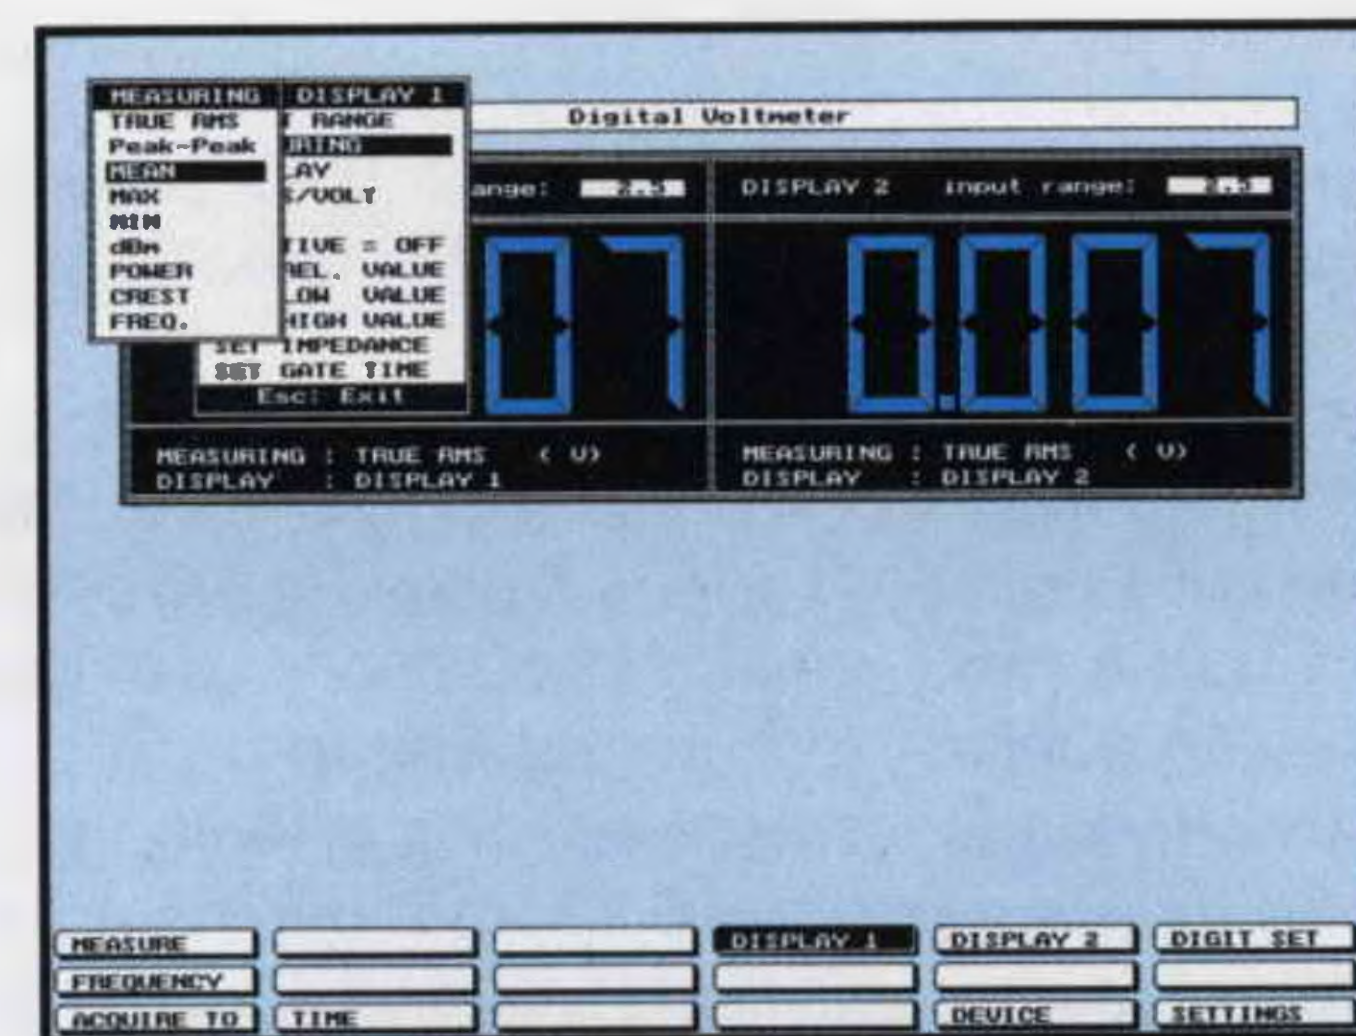

Fig.15 Per le misure di tensione in CC dovete andare su **Measuring** pigiare Enter e nella finestra che appare dovete portare il cursore su **MEAN** poi pigiare Enter.
–Nella finestra che appare andiamo sulla riga con la scritta **MEAN** (vedi fig.15) poi pigiamo Enter.